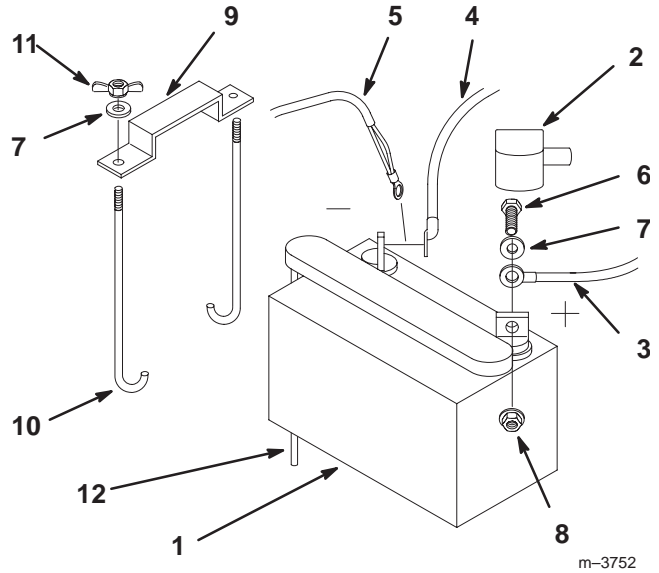

Abbildung 7
1. Die Batterie mit den Klemmen in Richtung Motor in den Batterietrog setzen (Abb. 7).
4. Die Kabel mit (2) 1/4 x 3/4" (19 mm) Schrauben, 1/4" Unterlegscheiben und 1/4" Sicherungsmuttern befestigen (Abb. 7).
6. Die Batterie mit Hakenschrauben, Halteklammer und (2) 1/4" Unterlegscheiben und (2) 1/4" Flügelmuttern befestigen (Abb. 7).